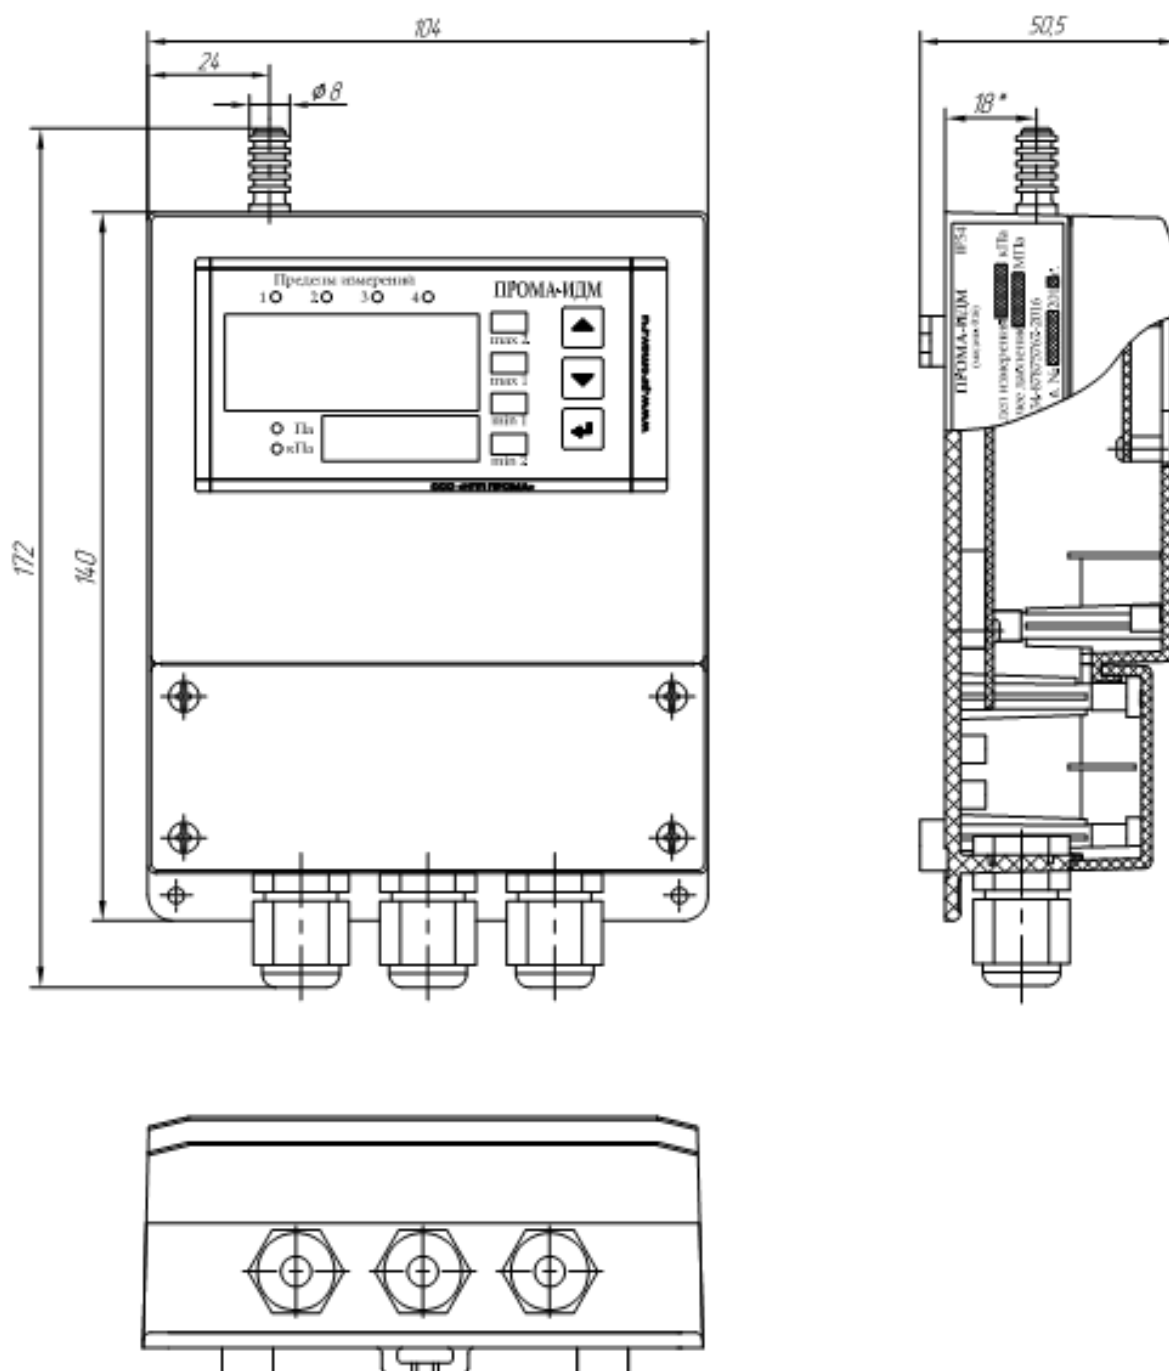

Рис. 2.1. Измеритель ПромА-ИДМ-ДИ, ДВ, ДИВ. Настенное исполнение. Габаритный чертеж.
- Рис. 2.1. Измеритель Прома-ИДМ-ДИ, ДВ, ДИВ Настенное исполнение. Габаритный чертеж.